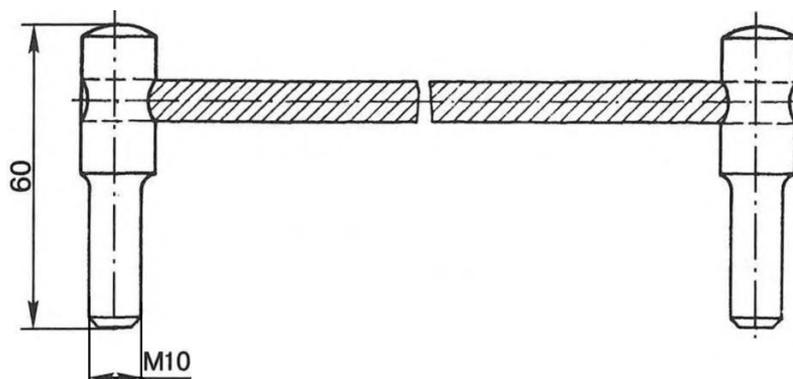

Рис.3. Стрелочный соединитель типов I и II
7.2.1. Замена стыковых соединителей типов I и II (рис.3)